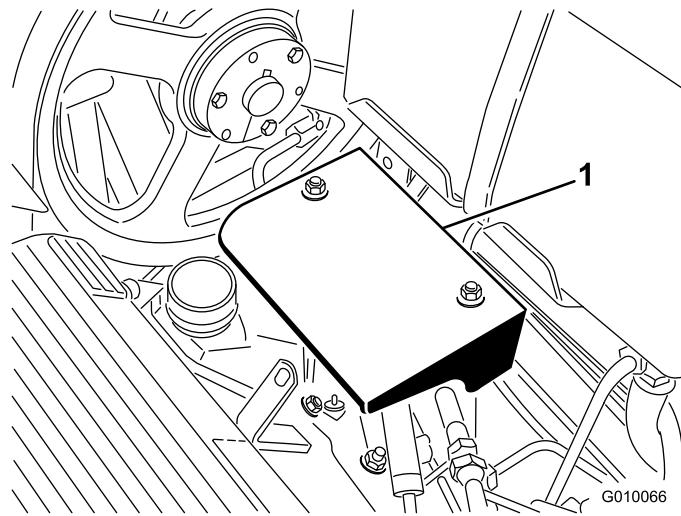

図 57
2. ポンプ・シールド取り付けナット 2 個を外してシールド外す(図 57)。
2. ポンプ・シールド取り付けナット 2 個を外してシールド外す（図 57）。